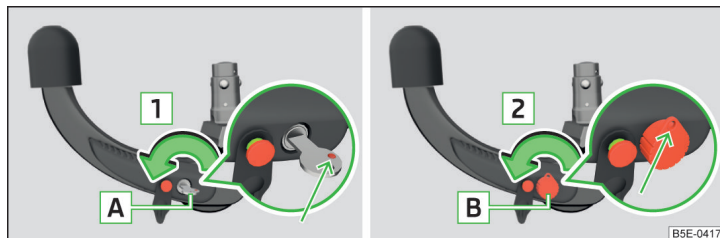

Fig. 298 1. Paso: Variante de llave 1 / variante de llave 2
- Gire la llave **A** en el sentido de la flecha **1** de manera que la marca roja muestra hacia arriba » fig. 298.
- Gire la llave **B** en el sentido de la flecha **2** de la manera, que la argolla de llave muestra hacia arriba » fig. 298.